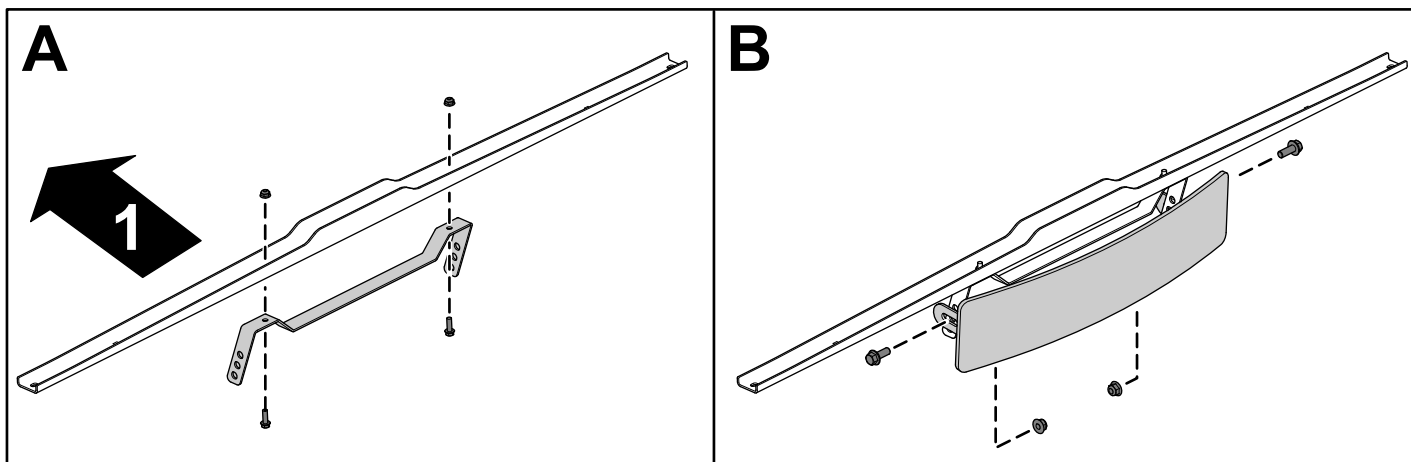

Рисунок 2
1. Установите крепление зеркала на опорный кронштейн навеса с помощью 2 машинных болтов ($\frac{1}{4} \times \frac{3}{4}$ дюйма) и 2 фланцевых гаек ($\frac{1}{4}$ дюйма), как показано на виде А на Рисунок 2.
2. Прикрепите широкоугольное зеркало к держателю зеркала с помощью 2 болтов с фланцем ($\frac{3}{8} \times 1$ дюйма) и 2 контргаек ($\frac{3}{8}$ дюйма), как показано на виде В на Рисунок 2.